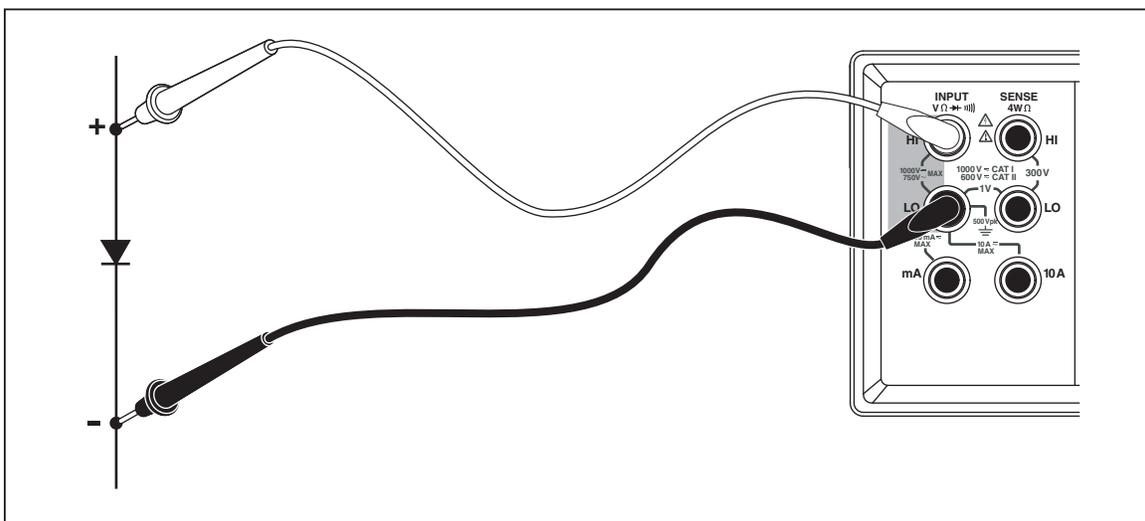

図 3-11. ダイオード・テスト
2. 図3-11に示すように本器とダイオードあるいはトランジスター・ジャンクションをテスト・リードで接続します。